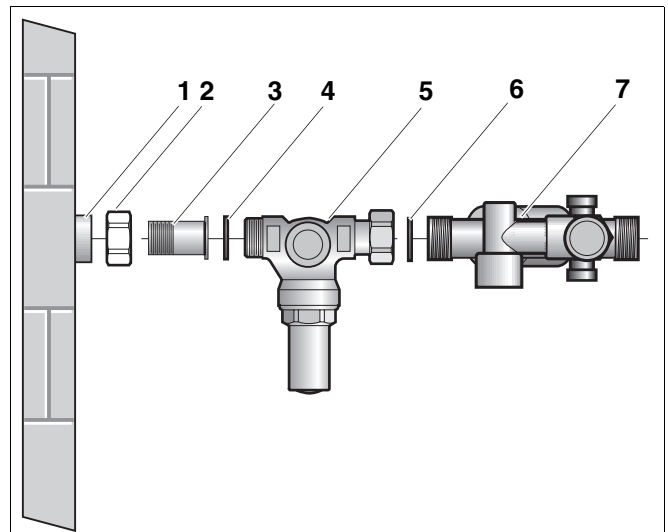
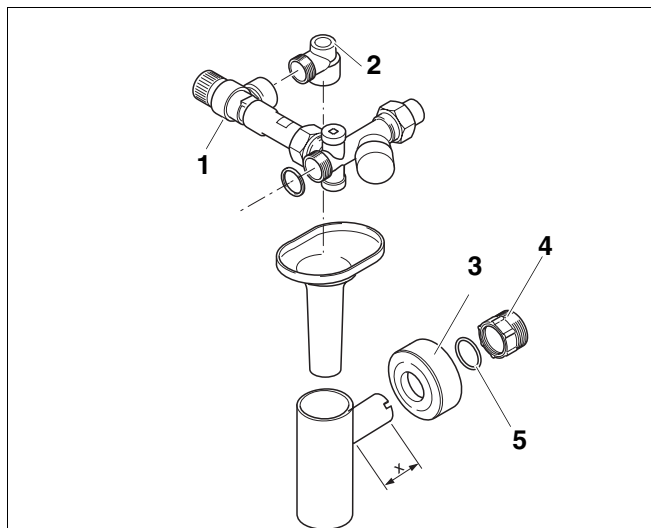

Abb. 13 Druckminderer U-DM montieren (Unterputzmontage)
Abb. 17 Trichtersiphon montieren (Unterputzmontage)
- Kurzen Schraubnippel (Abb. 13, **Pos. 3**) mit Überwurfmutter (Abb. 13, **Pos. 2**) in den Kaltwasseranschluss (Abb. 13, **Pos. 1**) eindichten.
- Kurzen Schraubnippel (Abb. 13, **Pos. 3**) mit Überwurfmutter (Abb. 13, **Pos. 2**) und Dichtung (Abb. 13, **Pos. 4**) an den Druckminderer (Abb. 13, **Pos. 5**) schrauben.
- Druckminderer (Abb. 13, **Pos. 5**) mit Überwurfmutter und Dichtung (Abb. 13, **Pos. 6**) an die Sicherheitsgruppe (Abb. 13, **Pos. 7**) schrauben. Auf Dichtung und Fließrichtung achten!
- Anschlussverschraubung (Abb. 17, **Pos. 4**) des Trichtersiphons an das Abflussrohr montieren.
- Bei S135/S160 Trichtersiphon um das Maß  $x = \text{ca. } 10 \text{ mm}$  bei Unterputzmontage und  $x = \text{ca. } 65 \text{ mm}$  bei Aufputzmontage kürzen (Abb. 17).
- Trichtersiphon mit Rosette (Abb. 17, **Pos. 3**) und O-Ring (Abb. 17, **Pos. 5**) montieren.
- Wird wie in Abb. 13, Seite 10 ein Druckminderer eingebaut, muss zwischen Ablaufleitung (Abb. 17, **Pos. 2**) und dem Sicherheitsventil (Abb. 17, **Pos. 1**) eine Verlängerung (siehe Abb. 2, Seite 5) eingeschraubt werden.
- Ablaufleitung (Abb. 17, **Pos. 2**) an Sicherheitsventil schrauben.